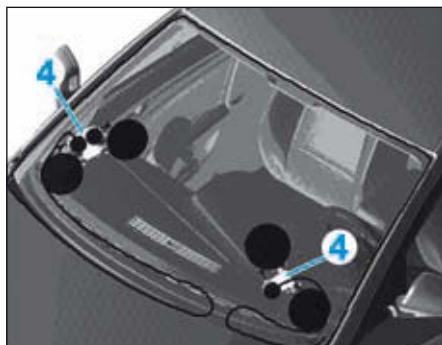

FIG.3
- Fixer les deux enrouleurs (4) sur la face intérieure de la glace (Fig.3).